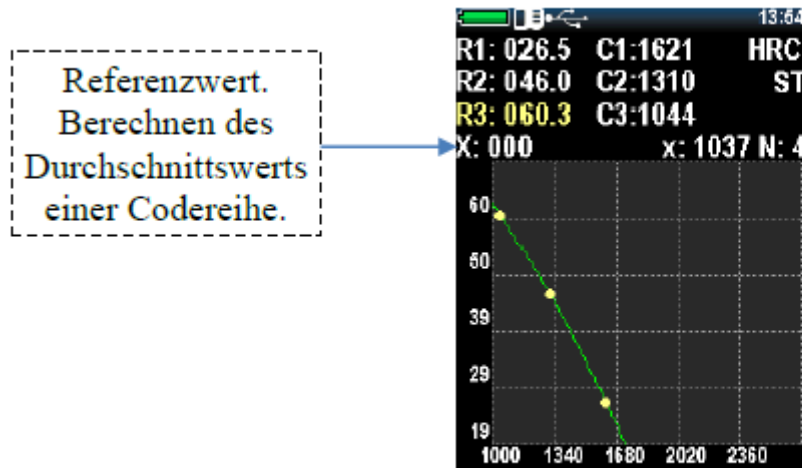

Abbildung 2.32 - Kalibrierung für eine Probe
5. Gehen Sie zum nächsten Nennwert  und führen Sie das gleiche Verfahren für die anderen Proben aus (Abb. 2.32).